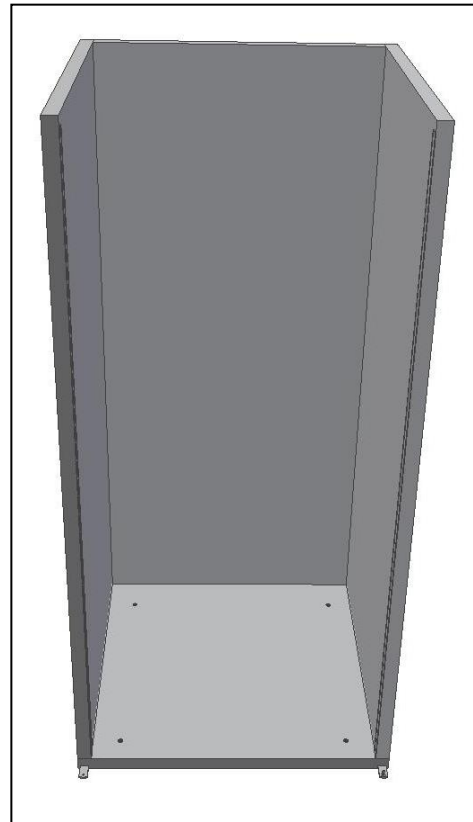

Fig. 5
- Fixer le **panneau latéral droit** au panneau du fond et serrer seulement le fond (Fig.5).